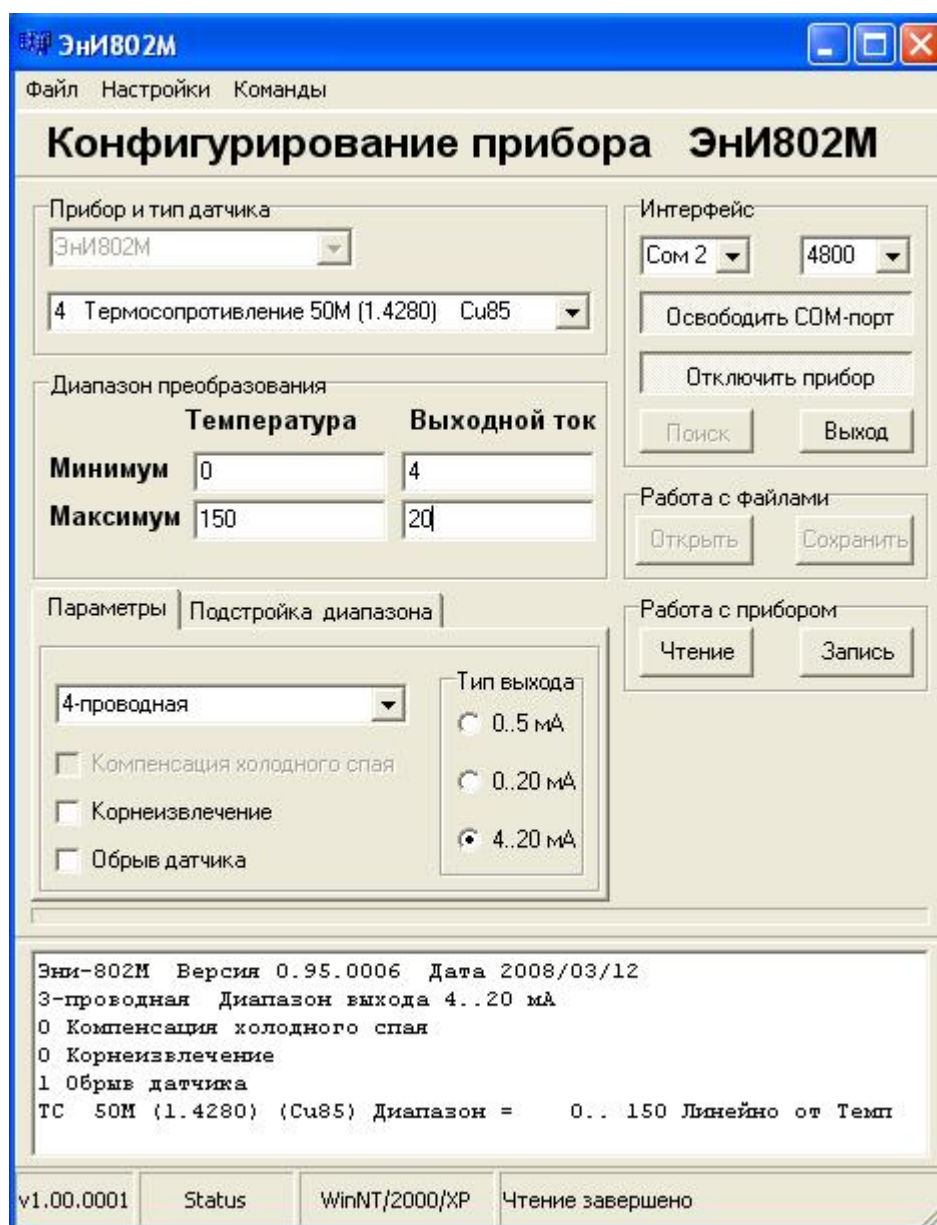

Рисунок 4. Рабочее окно программы конфигурирования ПИ с результатом команды «Чтение»
4.1.8 Нажмите на кнопку «Подключить прибор», если ПИ исправен, кнопка останется в нажатом состоянии, а надпись на ней сменится на «Отключить прибор». Одновременно станут активными кнопки «Чтение» и «Запись» в панели «Работа с прибором» и разблокируются панели «Диапазон преобразования» и «Подстройка диапазона» (см. рисунок 4).